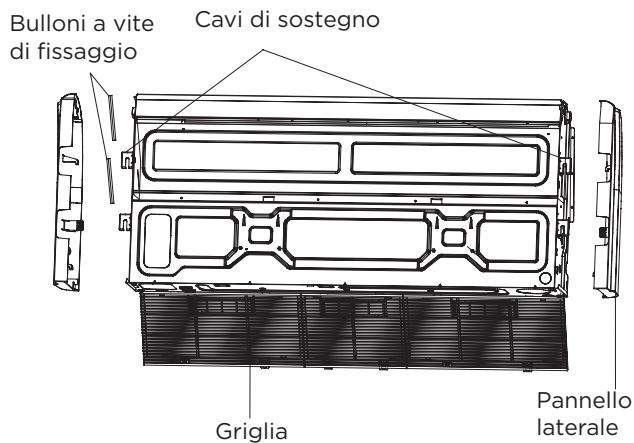

Fig. 4.10
9. Rimuovere il pannello laterale e la griglia (Vedi Fig. 4.10).